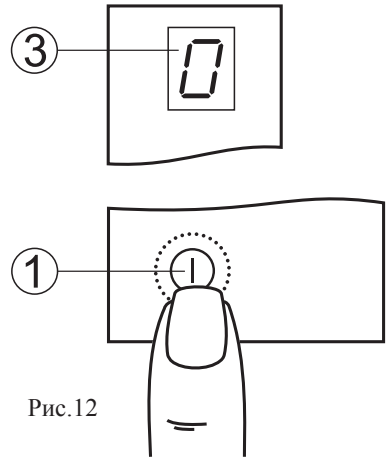

Рис.12
Коснуться зоны с знаком «①». Во всех окнах индикации конфорок загорится «0» (рис. 12).